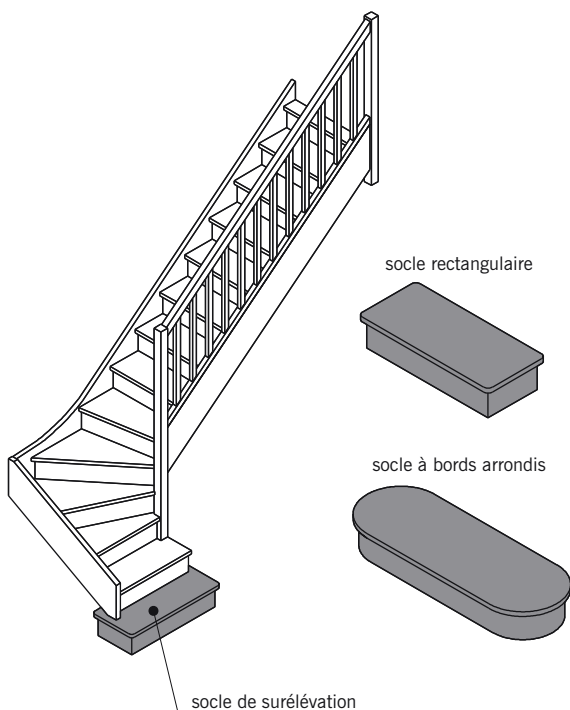

fig. 13.19
■ **Le socle de surélévation ou socle de départ** (fig. 13.19) : caisson utilisé parfois lors de la mise en place d'escaliers prêts à monter (escaliers livrés en kit). Le socle fait office de première marche et peut être recoupé en hauteur.